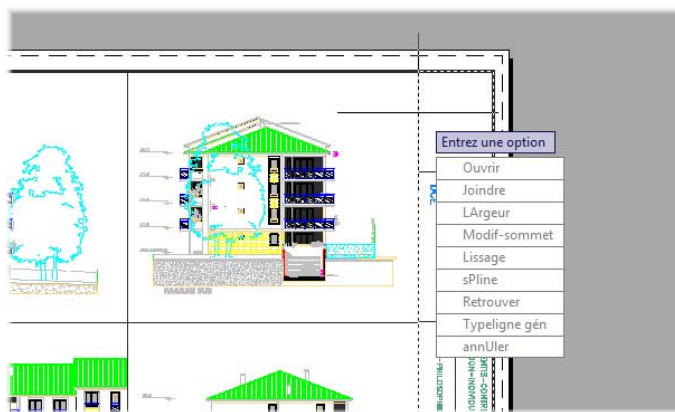

Figure 6.39
39. Tapons la commande PEDIT, validons, puis choisissons la polyligne du cartouche en cours de création (voir Figure 6.39). Sélectionnons ensuite l'option Largeur, indiquons une largeur à la Polyligne puis validons.